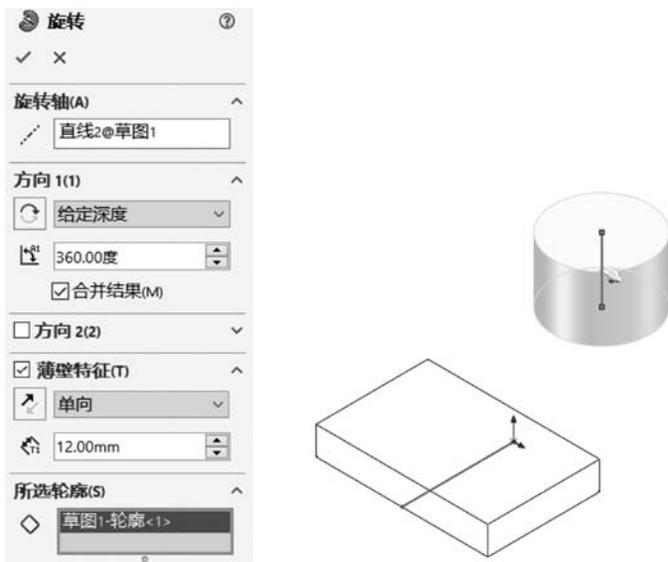

图 5-4 旋转圆柱
(3) 单击【特征】选项卡上的【旋转凸台/基体】按钮,会出现【旋转】属性管理器。
① 在【旋转轴】组,激活【旋转轴】列表,在图形区选择【直线 2】。
② 在【方向 1】组,从【旋转类型】列表中选择【给定深度】选项。
③ 在【角度】文本框内输入 360.00 度。
④ 选中【薄壁特征】复选框。
⑤ 在【薄壁特征】组,从【类型】列表中选择【单向】选项。
⑥ 在【厚度】文本框内输入 12.00mm。
⑦ 如图 5-4 所示,在【所选轮廓】组,激活所选的轮廓,在图形区选择竖直线,然后单击【确定】按钮 。